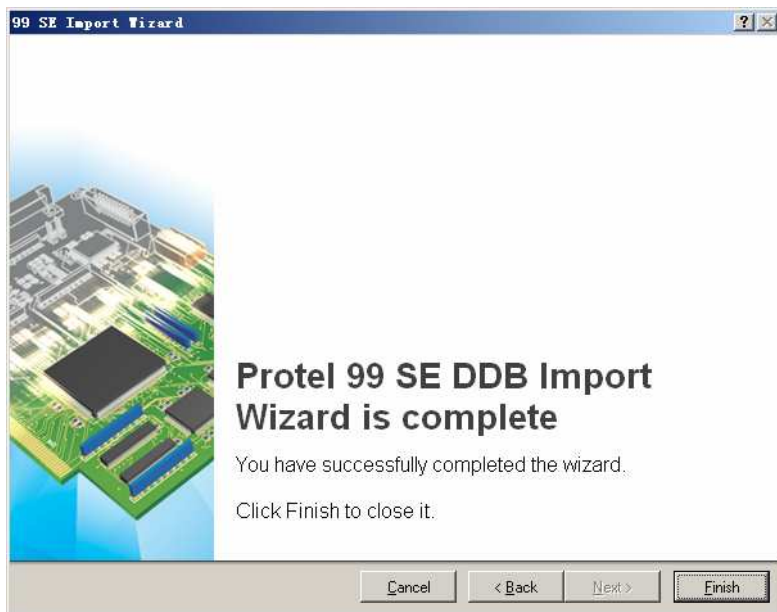

图 10.15 “Protel 99 SE DDB Import Wizard is complete” 页面
(12) 选择“Importing is done.Choose workspace to open”页面中列表内新建的工作空间, 单击“Next”按钮, 打开如图 10.15 所示的“Protel 99 SE DDB Import Wizard is complete”页面。